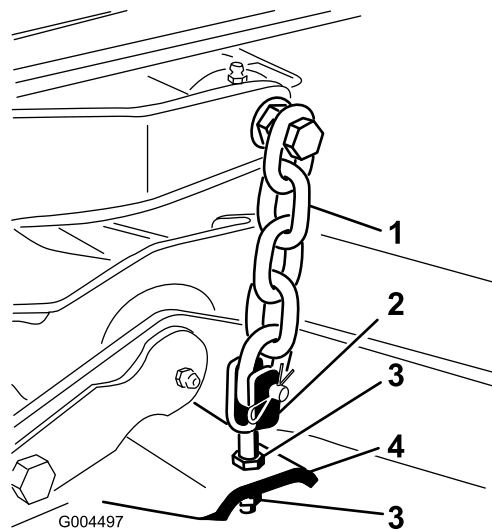

図 79
7. デッキのヨーク/チェーンをデッキに固定しているジャム・ナットを調整してデッキのピッチを 8 mm に調整する(図 79)。